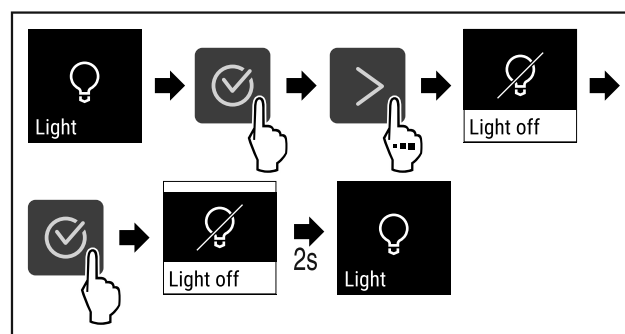

Fig. 85
- ▶ Vykonajte kroky akcie (pozri Fig. 85) .